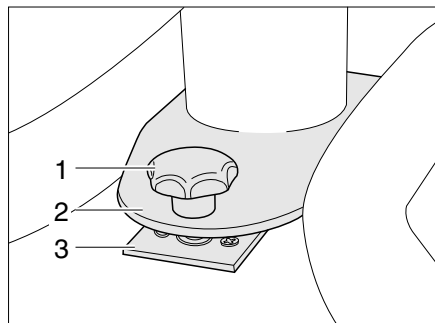

Bild 79 Arretierung fester Tisch
- Den festen Tisch mit der Lochplatte (Bild 79,2) auf die Halterung (Bild 79,3) stellen.
- Den festen Tisch so verschieben, dass die Halteschraube (Bild 79,1) in die Halterung (Bild 79,3) geschraubt werden kann.